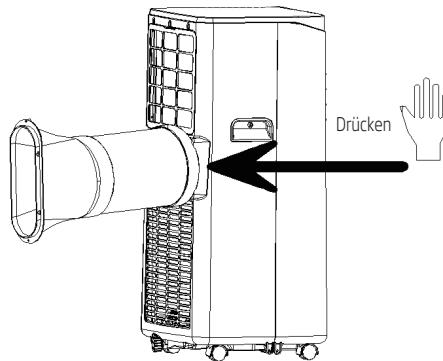

Abb. 1
1. Installieren Sie die Wärmeableitung, wie in Abb. 1 dargestellt.
- 2) Führen Sie die Wärmeableitung (das Ende der Abluftverbindung) in den Lüftungsschlitz der Rückwand ein (nach links schieben) und schließen Sie die Montage ab, wie in Abb. 1 dargestellt.